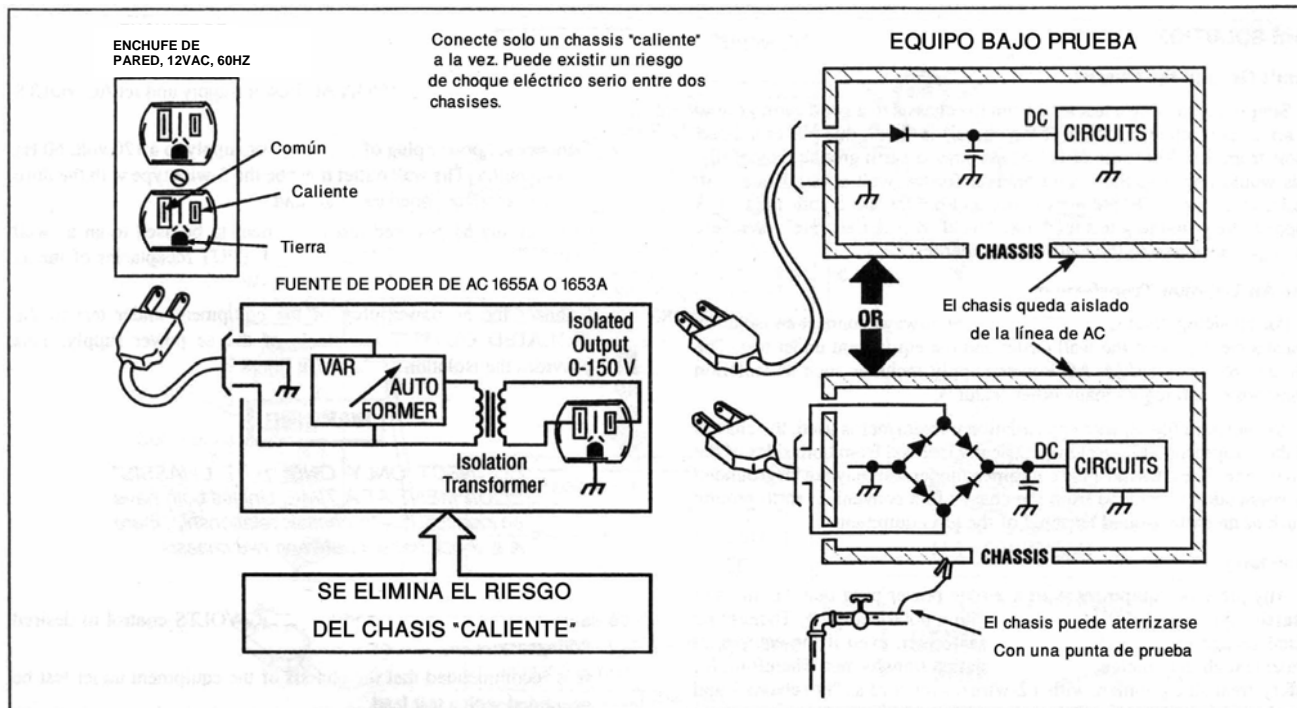

Fig. 8. Eliminando riesgo de choque eléctrico al dar servicio a equipos sin transformador
Como se muestra en la Fig. 8, al usar un transformador de aislamiento el chasis del equipo bajo prueba queda aislado eléctricamente de ambos lados de la línea de alimentación. Dicho chasis puede no ser conectado a tierra física con una punta de prueba.
4. Conecte la clavija del equipo bajo prueba al receptáculo ISOLATED OUTPUT. Esto provee el aislamiento como se muestra en la Fig. 8.